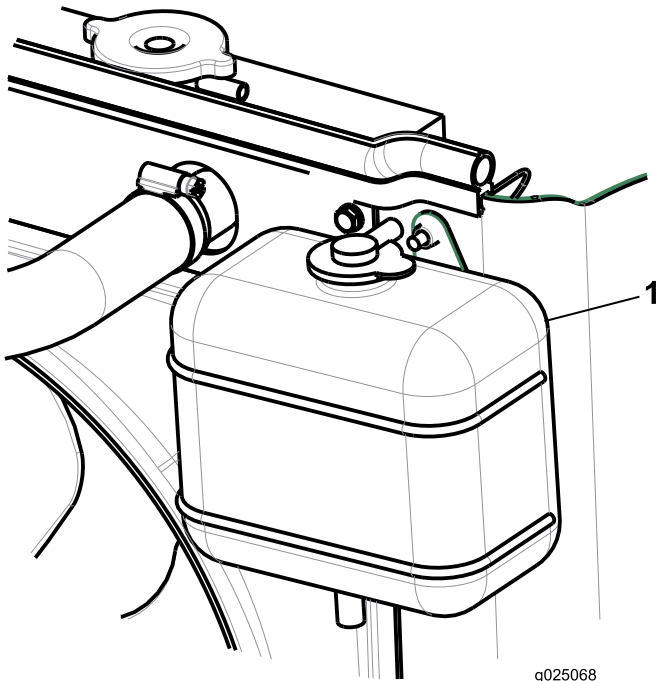

Bild 25
2. Prüfen Sie den Kühlmittelstand im Ausdehnungsgefäß (Bild 25).